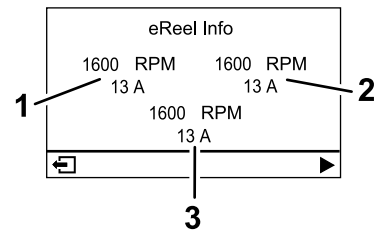

Figura 17
- **Pantalla de motores eReel (Figura 17):** muestra la velocidad y la corriente de cada motor de las unidades de corte.